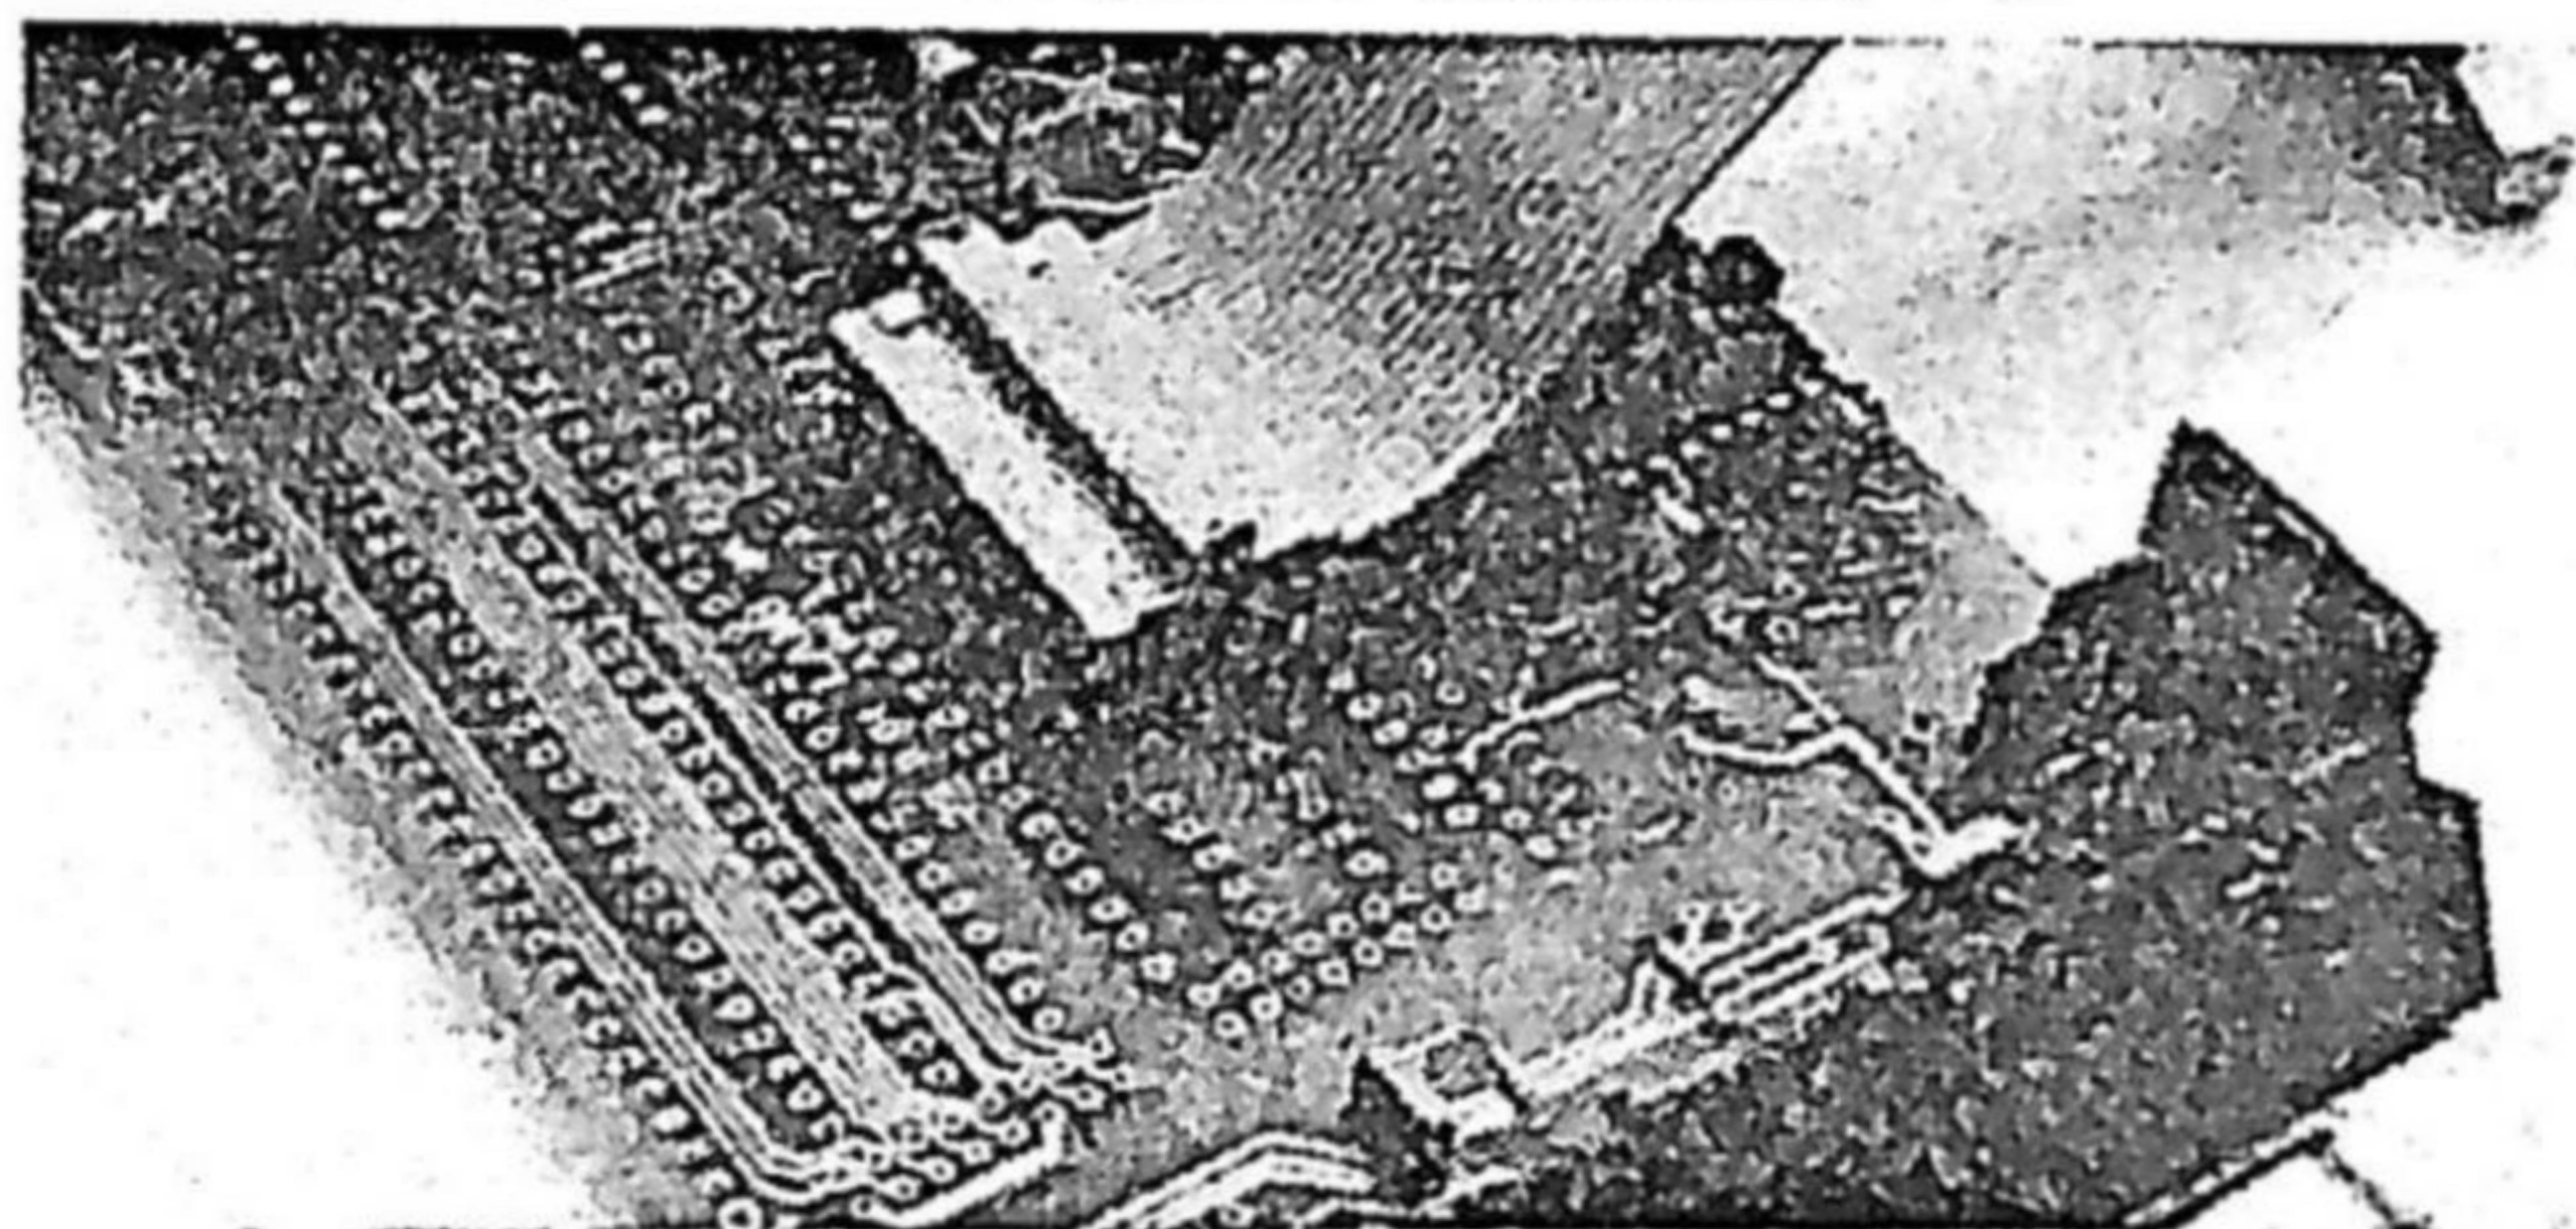

Fig. 5 Extension par connecteur spécial
2. Un connecteur supplémentaire sur la zone universelle. Ceci permet de câbler l'interface sur la zone universelle et de partir directement vers les capteurs et actionneurs de l'application avec par exemple un câble plat (figure 5).